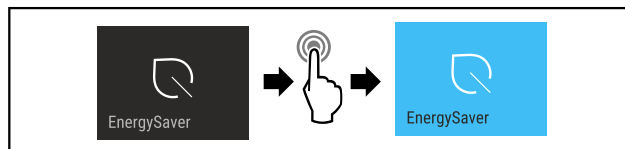

Fig. 17
- ▶ Proved'te akční kroky (viz Fig. 17) .